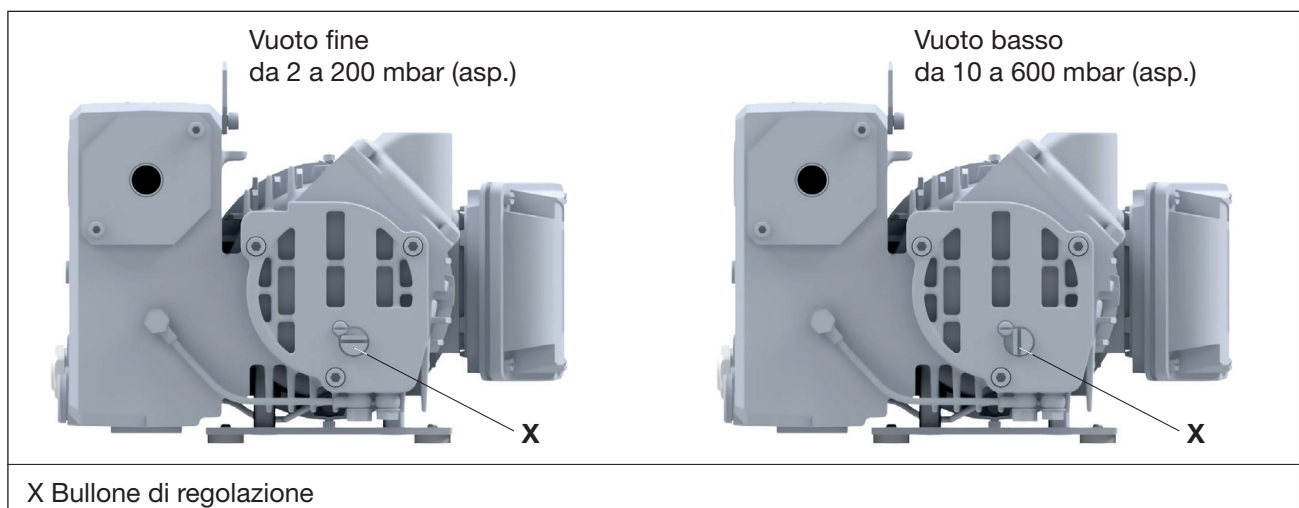

Fig. 5 Impostare ambito di funzionamento
- Ruotare il bullone di regolazione (Fig. 5/X) in senso orario (vuoto fine) o in senso antiorario (vuoto basso) fino all'arresto.